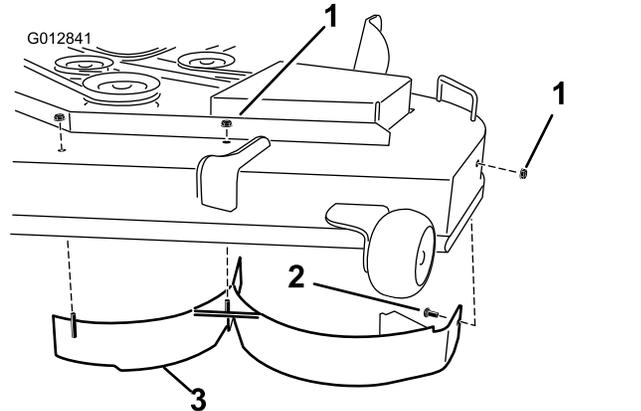

Figura 13
- **Para carcasis de 122 cm**, instale el deflector izquierdo usando 3 tuercas (5/16") y un perno de cuello cuadrado (5/16" x 3/4"), como se muestra en la Figura 13.